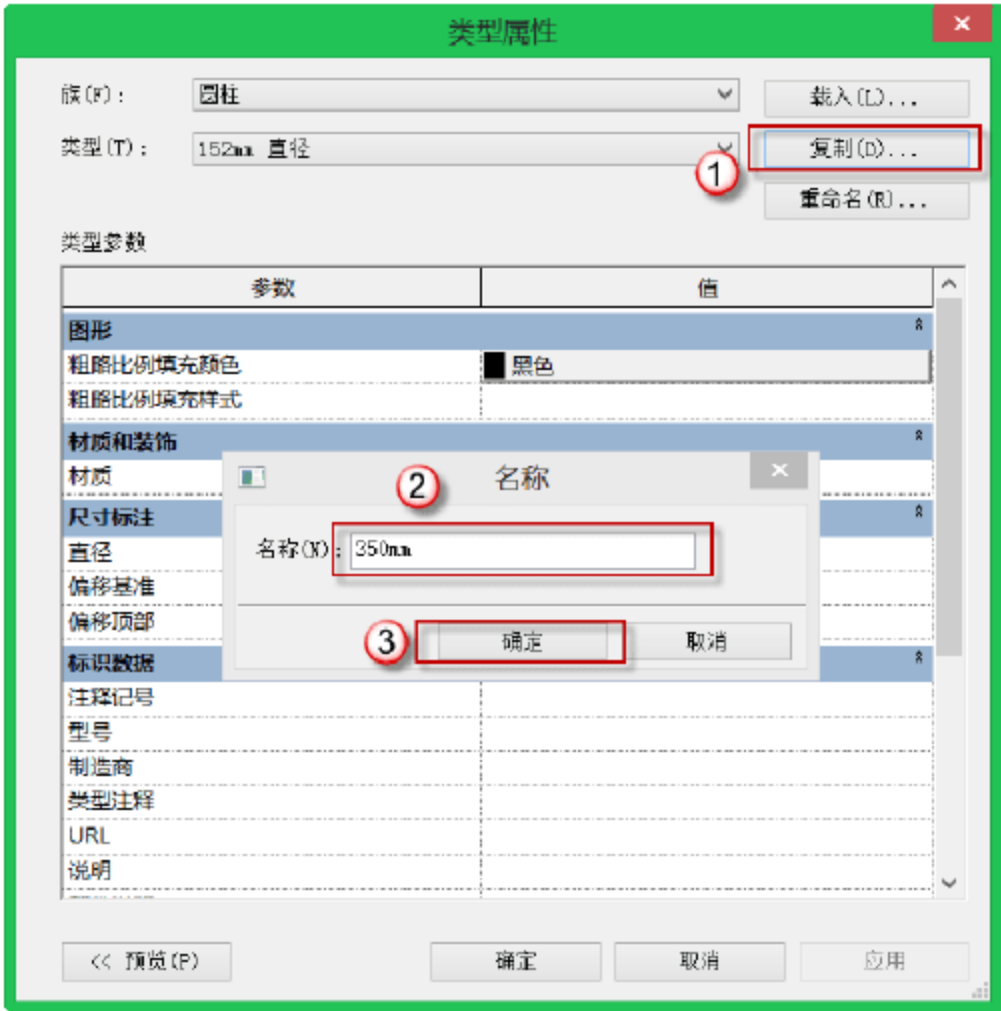
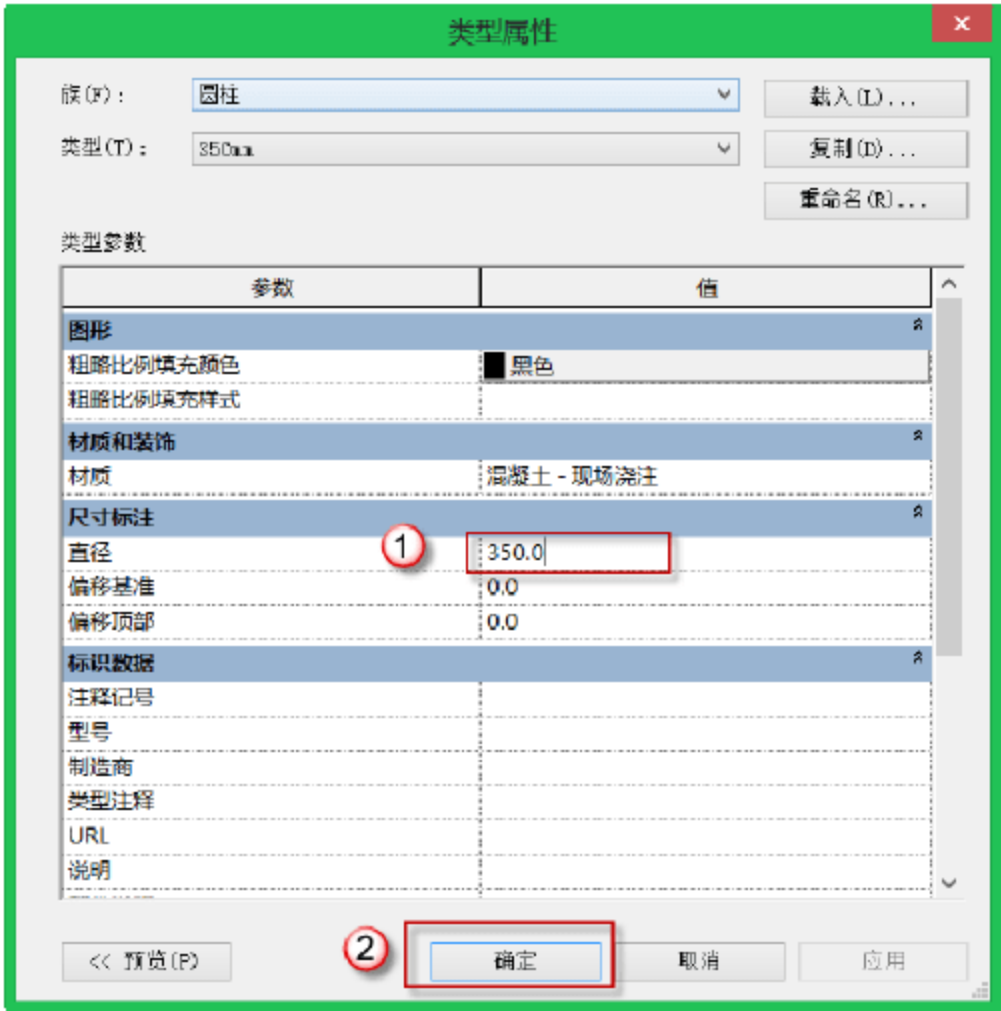

图 10.2.80 复制“350mm”建筑圆形柱
图 10.2.81 设置“350mm”建筑圆形柱尺寸
(2) “350mm”建筑圆形柱的族类型设定。选择“建筑”→“柱”→“建筑”命令，单击“编辑类型”按钮，弹出“类型属性”对话框，单击“复制”按钮，在弹出的对话框中，将圆形柱名称改为“350mm”，最后单击“确定”按钮，如图 10.2.80 所示。然后在“类型属性”对话框中单击“矩形柱”对应的“材质”单元格右上角的“浏览”按钮，在弹出的“材质浏览器”对话框中，选择“AEC 材质”→“混凝土”→“现场浇筑混凝土”选项，将其填充图案改为“混凝土-钢砼”，单击“确定”按钮返回“类型属性”对话框，最后将“直径”改为“350mm”，此处偏移“0”，单击“确定”按钮，如图 10.2.81 所示，完成“350mm”